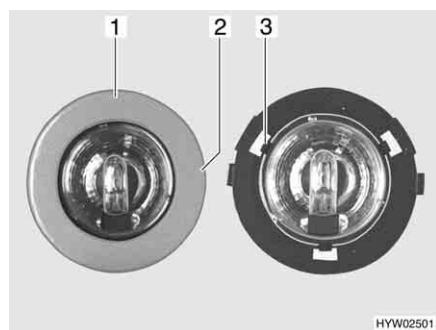

Fig. 212 Lampada alogena a incasso
- Girare lentamente il diaframma (Fig. 212,1) finché il nasello (Fig. 212,2) dell'involturo non si arresta a scatto nella scanalatura sottostante del diaframma.
- Tre graffe (Fig. 212,3) tengono ferma la lastra di vetro della lampada alogena nell'involturo. Spingere di lato una delle tre graffe.